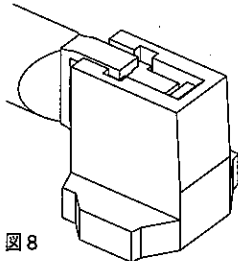

図8
3. 口金が奥まで確実に差し込まれていることを確認してください。(図8)